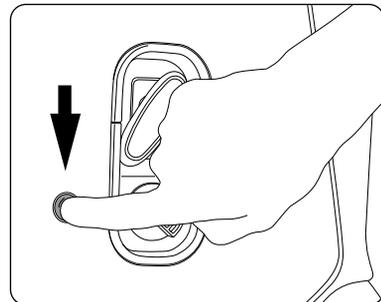

рис. 24
Прокачайте топливо ручным топливным насосом (22), нажимая на резиновый колпачок несколько раз до появления в нем топлива. (рис. 24)